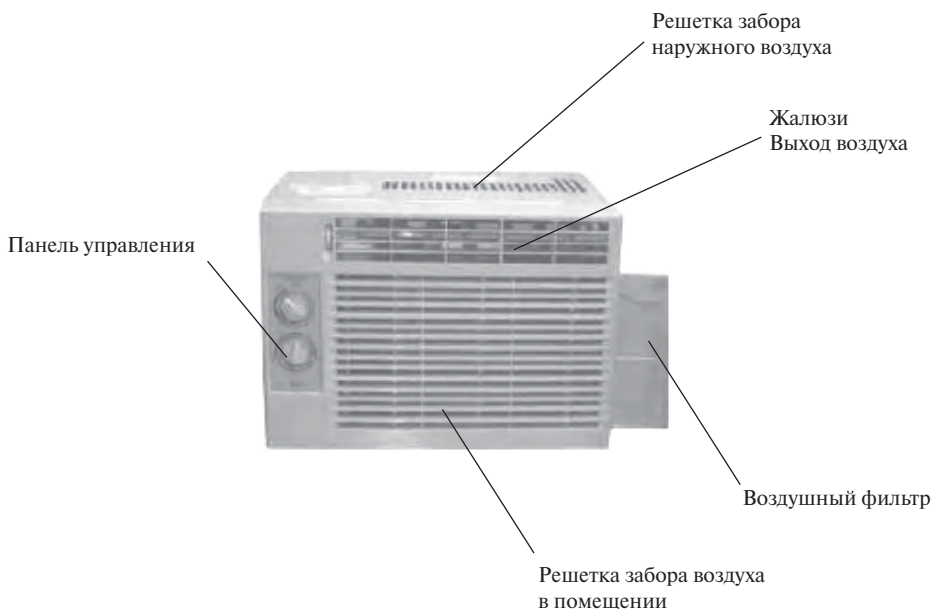

Рис. 2.1
2.1 Кондиционер представляет собой моноблок, с защитным кожухом, передней панелью с фильтром сеткой и панелью управления (рис. 2.1).
2.2.3 Устройство и составные части рис. 2.1